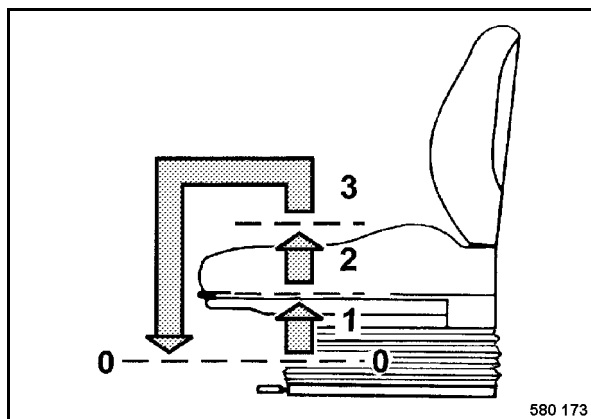

Fig. 58
- Para regular la altura del asiento hay que alzar el asiento (Fig. 58) hasta el asiento encaja en la correspondiente altura.